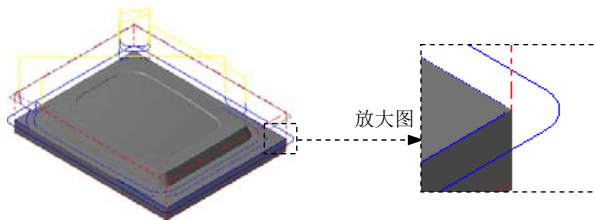

图 5.26 刀具路径
(1) 在“曲面精加工浅平面”对话框中单击 **浅平面精加工参数** 选项卡, 在 **浅平面精加工参数** 选项卡的 **大切屑间距(M)** 文本框中输入值 5.0。
(2) 选中 ☒ **切削顺序依照最短距离** 复选框与 ☒ **由内而外环切** 复选框, 在 **倾斜角度** 文本框中输入值 90.0。
(3) 单击 **间隙设置(G)...** 按钮, 在系统弹出的“刀具路径的间隙设置”对话框中选中 ☒ **切削顺序最佳化** 复选框; 在 **切弧的半径** 文本框中输入值 5.0, 在 **切弧的扫描角度** 文本框中输入值 90.0, 在 **切线的长度** 文本框中输入值 5.0。
(4) 单击 按钮, 系统返回至“曲面精加工浅平面”对话框。
Step8. 单击“曲面精加工浅平面”对话框中的 按钮, 同时在图形区生成图 5.26 所示的刀具路径。